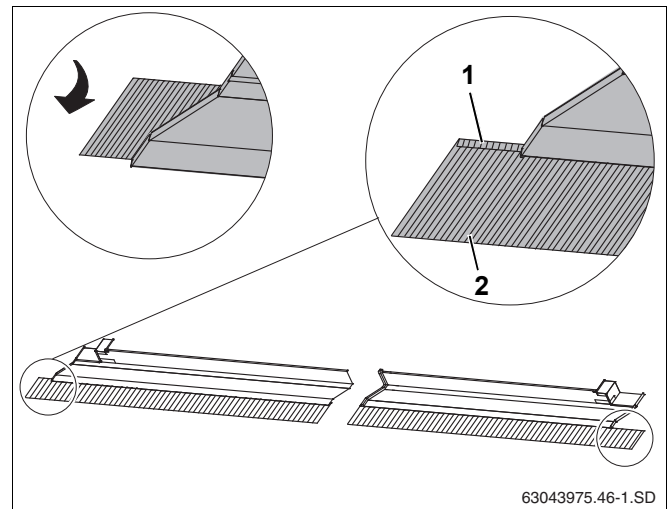

Рис. 43 Укладка свинцовых фартуков
- ▶ Загните вперед свинцовые фартуки всех накладных листов (рис. 43, **поз. 2**).
- ▶ Загните также вперед концы крайних накладных листов вверх (рис. 43, **поз. 1**).